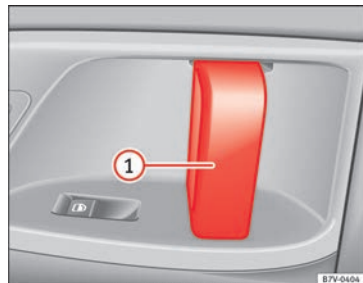

Abb. 134 An der Schiebetür: Türgriff ①.
Schiebetür von innen öffnen.	Bei entriegelter Schiebetür den Türinnengriff ziehen und Schiebetür vollständig aufschieben » Abb. 134 ①